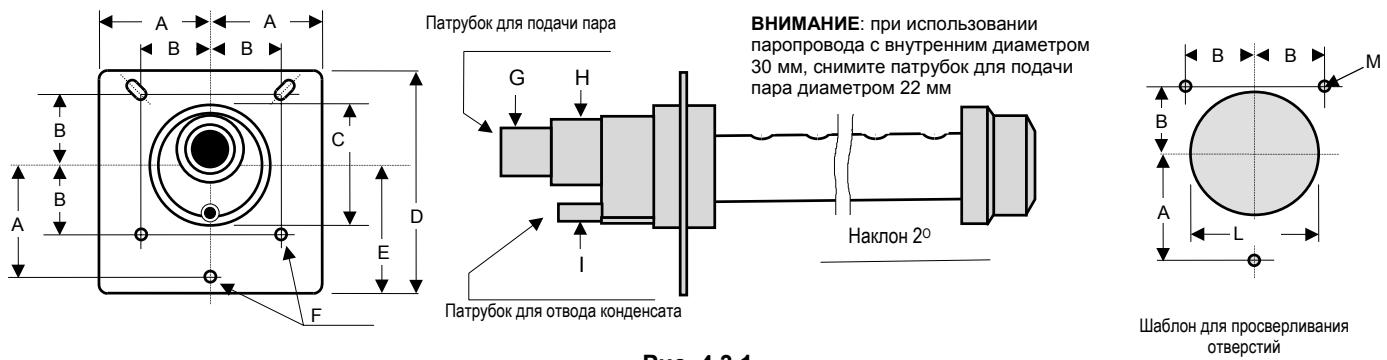

Рис. 4.3.1
Пароувлажнители можно устанавливать в системах малых воздуховодов со статическим давлением не более 500 Па. Для распределения пара в воздуховодах необходимо подобрать правильный типоразмер распределителя пара с учетом мощности увлажнителя и сечения воздуховода. В этих целях, компания Carel поставляет два модельных ряда линейных распределителей: один из алюминия с пластмассовыми наконечниками (тип E) и второй высококачественный ряд полностью из нержавеющей стали AISI 304 с двойной камерой (тип L). На Рис. 4.3.1 и 4.3.2 представлены размеры распределителей Carel, а в таблице 4.3.1 указаны минимальное количество и модель распределителя, рекомендуемые для данного типа увлажнителя.
- Высверлить ряд отверстий в стене воздуховода по шаблону, указанному на Рис. 4.3.1 или 4.3.2;